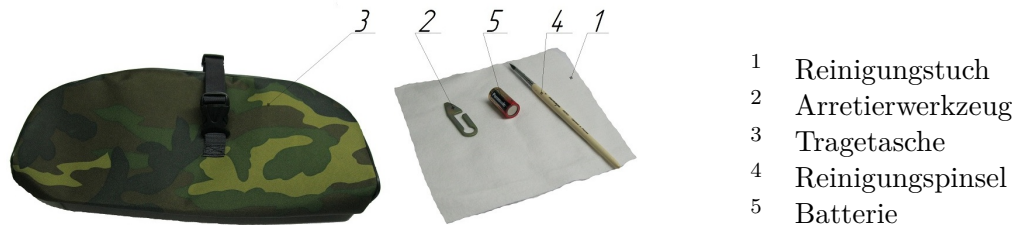

Abbildung 2: Zubehör und Werkzeuge
Das Putztuch (1) und der Pinsel (4) (Abb. 2) sind für die Reinigung der Oberflächen optischer Teile (bspw. der Linsen) vorgesehen.